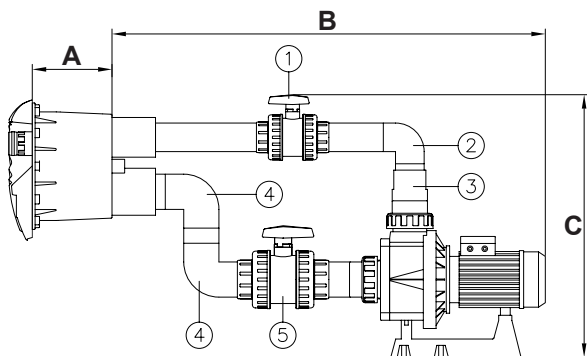

Fig. 7
- Coller un tube de 75 mm. Ø (\*) à la prise d'impulsion du boîtier (voir fig. 7).
- Coller la valve de 75mm. Ø (n° 1, fig. 7) au tube de 75mm. Ø (\*).
- Coller le tube de 75mm. Ø (\*) à la valve de 75mm. Ø (n° 1, fig. 7).
- Coller le coude de 75mm. Ø (n° 2, fig. 7) au tube de 75mm. Ø.
- Coller le tube de 75mm. Ø (\*) au coude (n°2, fig.7).
- Coller la réduction conique 90/75/63 mm. (n° 3, fig. 7) au coude de 75mm. Ø (\*) et au raccord de la pompe de 90mm. Ø.
- En utilisant un tube de 90mm. Ø (\*), coller un coude de 90mm. Ø (n° 4, fig. 7) à la prise d'aspiration du boîtier (voir fig. 7).
- En utilisant un tube de 90mm. Ø (\*) on unira l'autre coude de 90mm. Ø (n°4, fig. 7) au coude déjà collé (voir fig. 7).
- Coller la valve de 90mm. Ø (n°5, fig. 7) au coude (n° 4, fig. 7) en utilisant un tube de 90mm. (\*) pour les réunir.
- Coller un tube de 90 mm. Ø (\*) à la valve (n° 5, fig. 7) et au raccord de la pompe de 90mm. Ø.